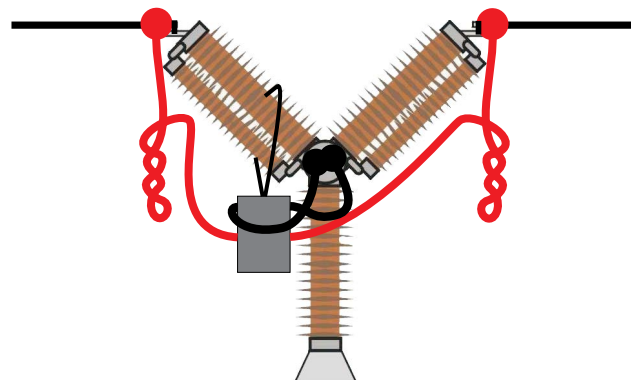

Abb. 8.2.2 Durch Verdrillen der Stromkabel lassen sich Störungen eindämmen, indem das durch Kabelschleifen und Unterbrecher erzeugte Magnetfeld minimiert wird.
- 4] Durch Verdrillen der Kabel wie auf Abb. 8.2.2 lassen sich Störungen eindämmen, indem das durch Kabelschleifen und Unterbrecher erzeugte Magnetfeld minimiert wird.